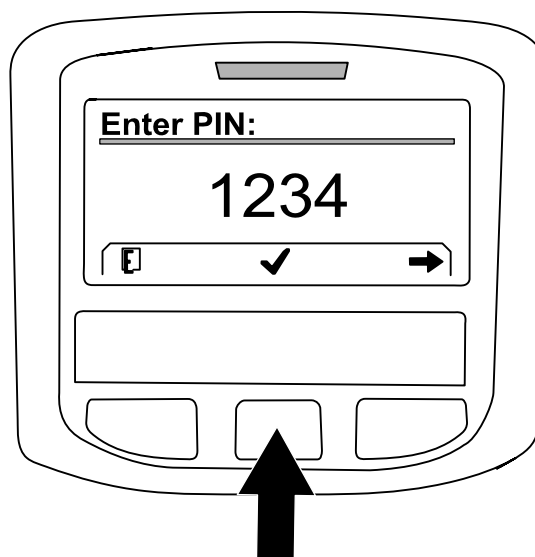
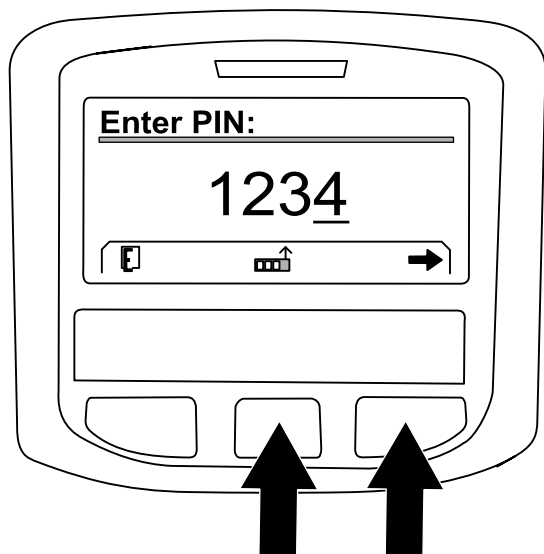

Figura 229
Figura 228
- A. Premete il pulsante centrale come opportuno per inserire il codice PIN per la posizione sinistra (Figura 228).
- B. Premete il pulsante destro per navigare alla posizione successiva del codice PIN (Figura 228).
- D. Una volta inserite tutte le cifre del codice PIN, premete il pulsante destro (Figura 228) e poi il pulsante centrale per inserire il codice PIN (Figura 229).